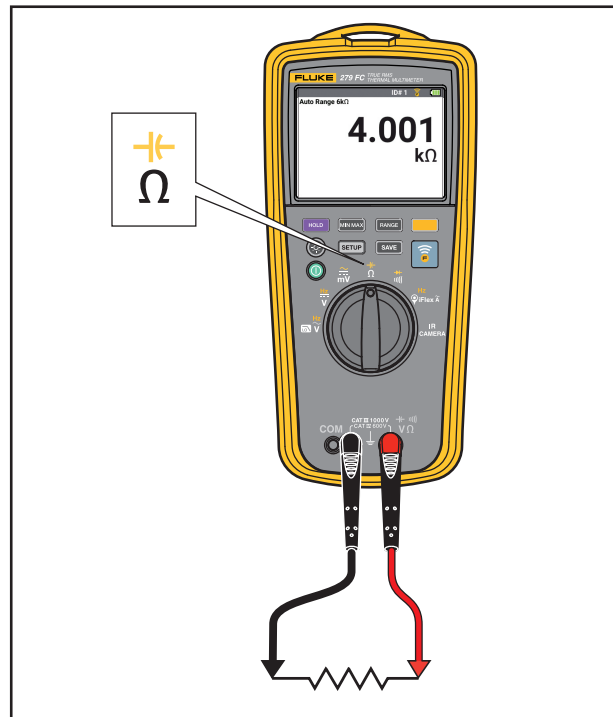

Bild 7. Motståndsmätningar
- Resistansmätning. Se bild 7.
Multimetern skickar en liten ström genom kretsen för motståndsmätningar. Eftersom strömmen flödar genom alla de möjliga vägarna mellan probena, är det mätta motståndet det totala motståndet för samtliga vägar mellan probena. Se bild 7.